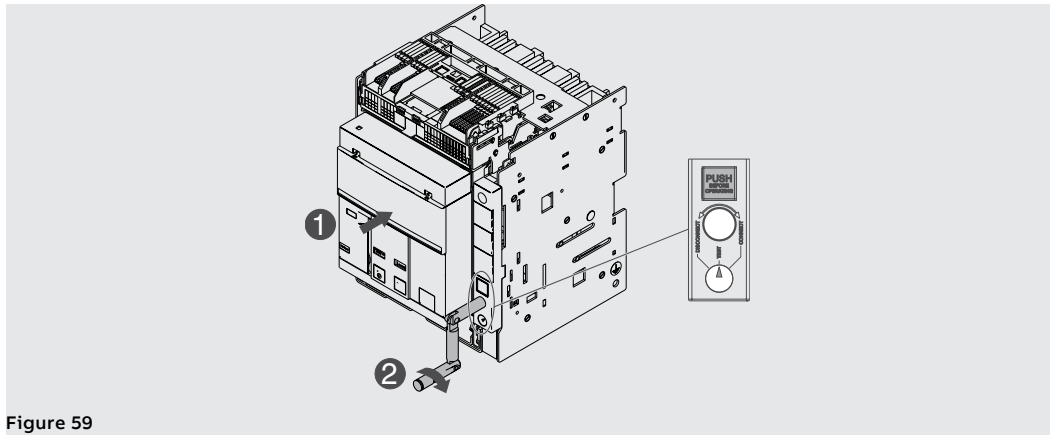

Figure 59
6. Maintenir enforcé le disjoncteur. Tourner la manivelle dans le sens horaire jusqu'à ce que le bouton sorte et l'indicateur signale que le disjoncteur est en position **TEST**. Voir Figure 59.